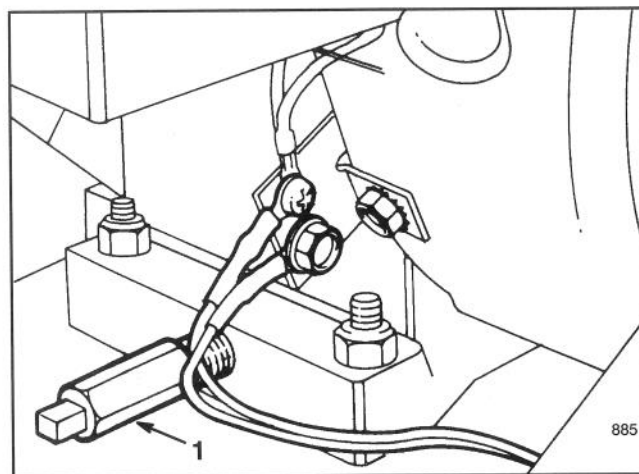

Figure 22
3. Nettoyez autour du bouchon de vidange d'huile. Ensuite, placez le récipient de vidange au-dessous de l'extension, puis, retirez le bouchon de vidange (Fig. 22).